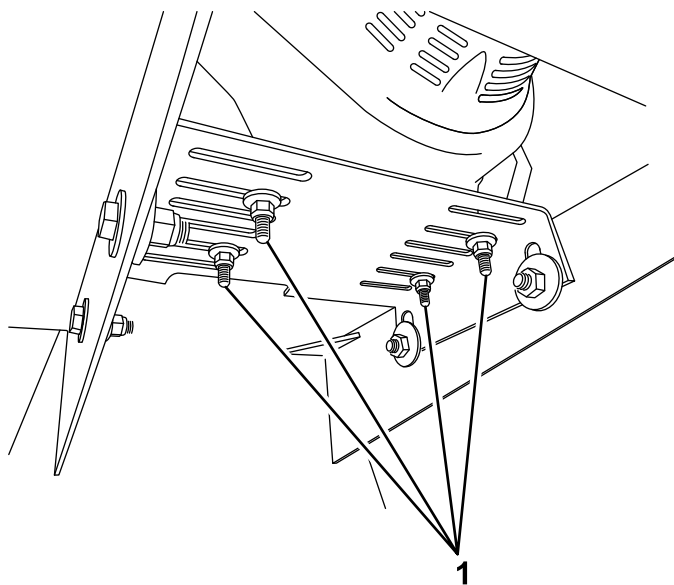

Figure 43
3. Desserrez les 4 écrous et boulons qui fixent le moteur à la plaque de montage (Figure 43).
6. Serrez chacun des 4 écrous et boulons de fixation à 24 N·m (18 pi-lb) (Figure 43).